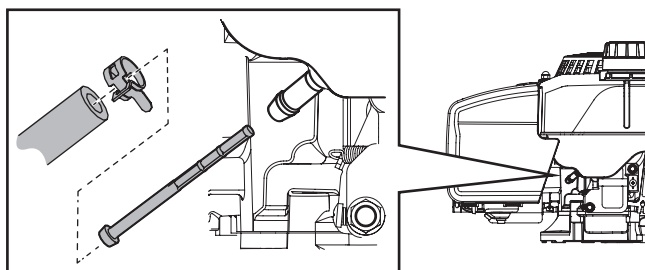

Рисунок 12
2. Снимите хомут шланга с топливопровода и отсоедините топливопровод от выпускного отверстия бака (рис. 12).
4. Возьмите новый топливный фильтр за выступающий конец и вставьте его полностью, до выступа, в выпускное отверстие топливного бака (рис. 12).